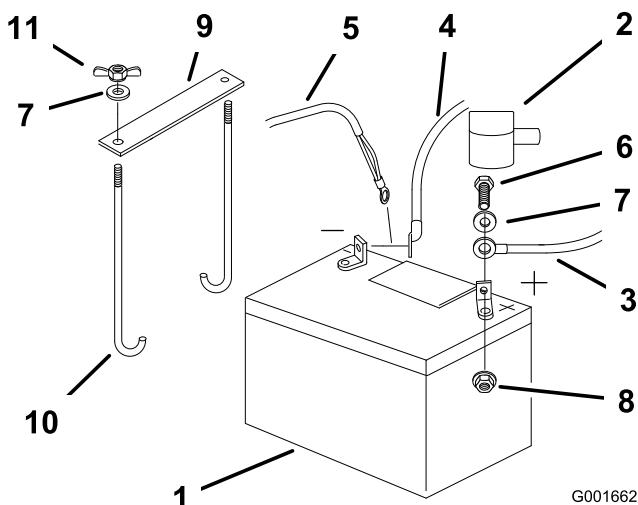

Figura 35
4. Primero desconecte el cable negativo de la batería y el cable de tierra del borne negativo (-) de la batería (Figura 35).
5. Retire la cubierta de goma roja del borne positivo (rojo) de la batería. Luego retire el cable positivo (rojo) de la batería (Figura 35).
6. Retire ambas tuercas de orejeta (1/4 pulgada) que fijan la brida de la batería (Figura 35).
1. Coloque la batería en la bandeja, con los bornes hacia el motor (Figura 35).
4. Sujete los cables con 2 pernos (1/4 x 3/4 pulgadas), 2 arandelas (1/4 pulgada), y 2 contratuerca (1/4 pulgada) (Figura 35).
6. Fije la batería con pernos en J, una brida de sujeción y 2 arandelas (1/4 pulgada), y 2 tuercas de orejeta (1/4 pulgada) (Figura 35).